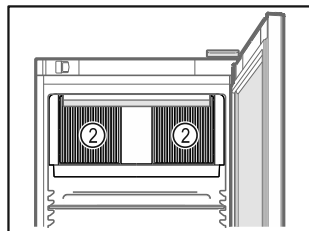

Fig. 61
- Ne pas obstruer les fentes d'aération Fig. 61 (2) du ventilateur de circulation d'air à l'intérieur de l'appareil.